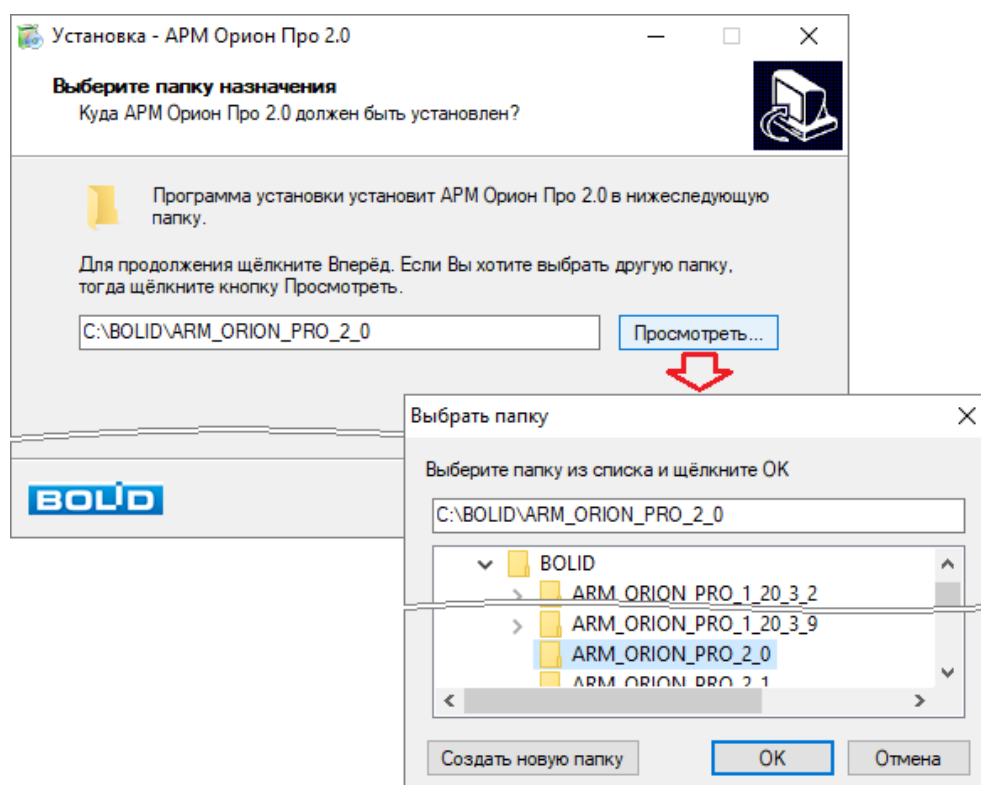
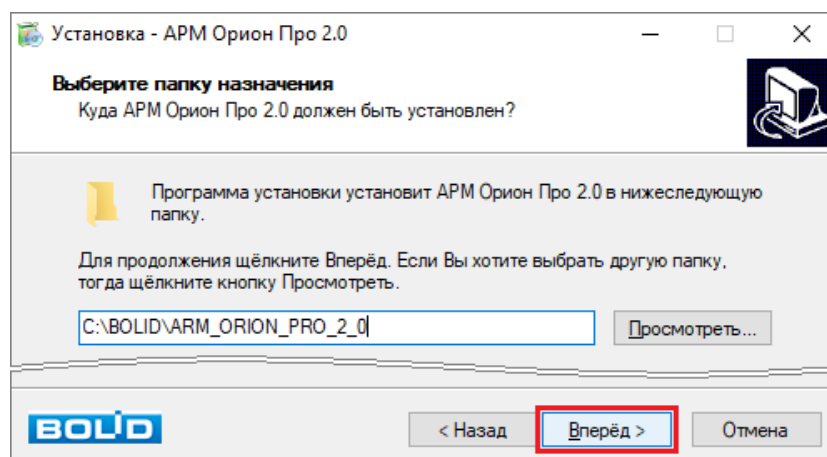

Рисунок 2-37 Переход к выбору папки для установки ПО
Рисунок 2-38 Выбор папки для установки ПО
- 10) На новой странице Мастера установки ПО выберите папку для установки ПО. Для выбора папки из каталога нажмите кнопку «Просмотреть», выберите папку в открывшемся окне выбора папки и подтвердите выбор нажатием кнопки «ОК» (см. Рисунок 2-37). После выбора папки для установки ПО нажмите кнопку «Вперёд» (см. Рисунок 2-38) для продолжения работы с Мастером установки ПО;